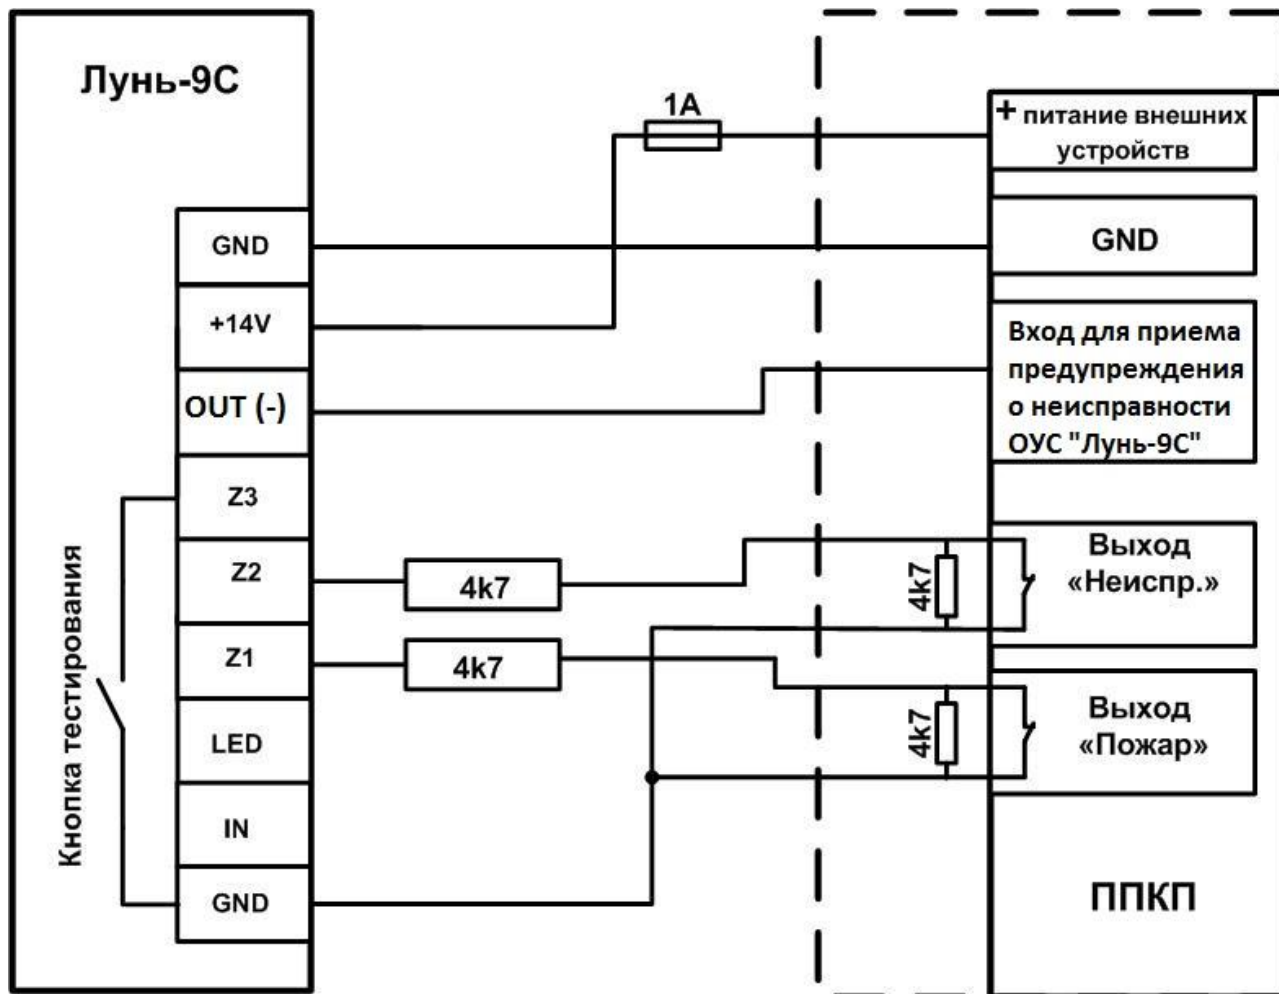

Рисунок 3 – Схема подключения изделия к ППКП (ППКОП). Вариант 1
1. Входы изделия подключаются к релейным выходам ППКП, которые предназначены для передачи сообщения о пожаре и предупреждения о неисправности на ПЦН (см. Рисунок 3). Также необходимо подключить выход OUT(-) ко входу ППКП для приема предупреждения о неисправности самого устройства «Лунь-9С». Данный выход ОУС будет скоммутирован на «землю» (GND) в случае возникновения какой либо неисправности. Информацию об этом должен получить ППКП, к которому «Лунь-9С» подключен.